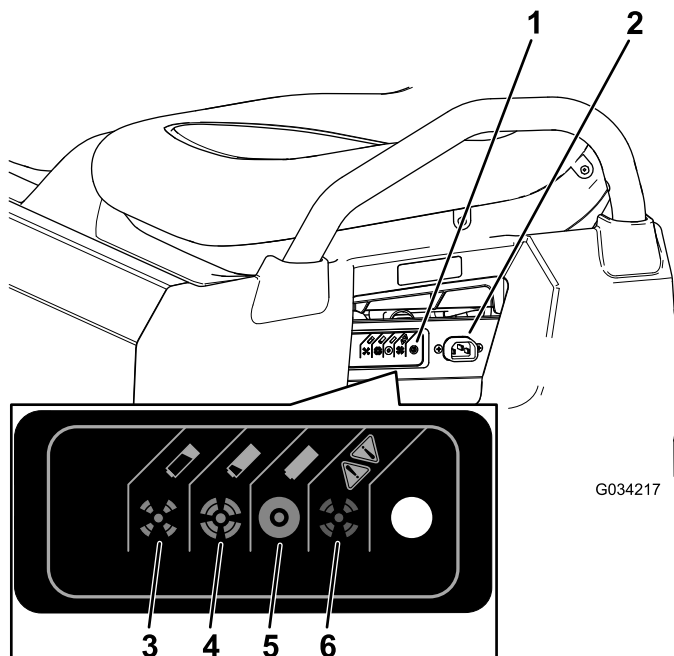

図 36
3. チャージャコードの太さは16 ゲージまたはそれ以上太いもので、長さは 2.5 m 以内を、マシンの充電ソケットに接続する 図 36。
充電状態を表す色の意味については、下の表と 図 36 で確認してください。